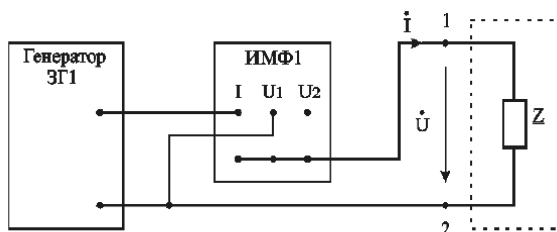

Рис. 1
1.1. В качестве сопротивления Z электрической схемы рис.1 использовать следующие элементы стенда СЗ-ЭТ01:
2.1. В качестве сопротивления Z электрической схемы рис.1 использовать следующие элементы стенда СЗ-ЭТ01:
3.1. В качестве сопротивления Z электрической схемы рис.1 использовать следующие элементы стенда СЗ-ЭТ01: